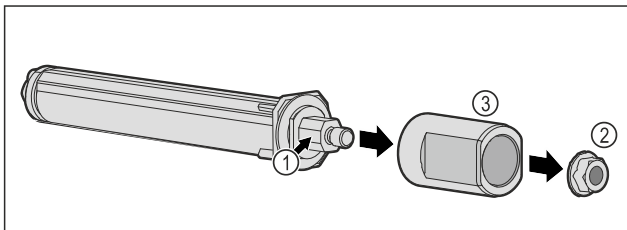

Fig. 54
- ▶ Ne szedje szét az ajtózáró rendszert Fig. 54 (1).
- ▶ Vegye ki az anyát Fig. 54 (2).
- ▶ Vegye le a hüvelyt Fig. 54 (3).